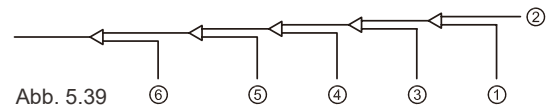

Abb. 5.39
8. Spülen Sie die anderen Öffnungen auf die gleiche Weise und arbeiten Sie dabei der Reihe nach von Innengerät A bis zu den Außengeräten. Siehe Abb. 5.39